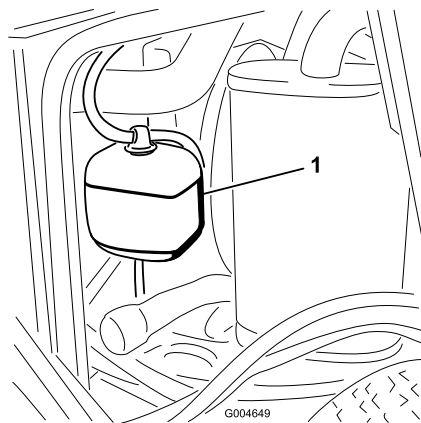

Bild 53
1. Prüfen Sie den Kühlmittelstand im Ausdehnungsgefäß (Bild 53). Er muss sich zwischen den Marken an der Seite des Gefäßes befinden.